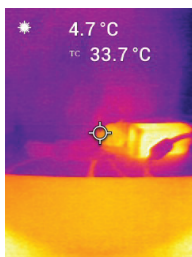

Figura 5.4 Lectura de temperatura del termopar (33,7 °C, en este ejemplo)
3. Toque con la punta de la sonda de termopar la superficie que se desea medir o mantenga la sonda en el aire. Consulte el valor de temperatura en la pantalla, junto a la etiqueta “**TC**”. Consulte la **Figura 5-4**.